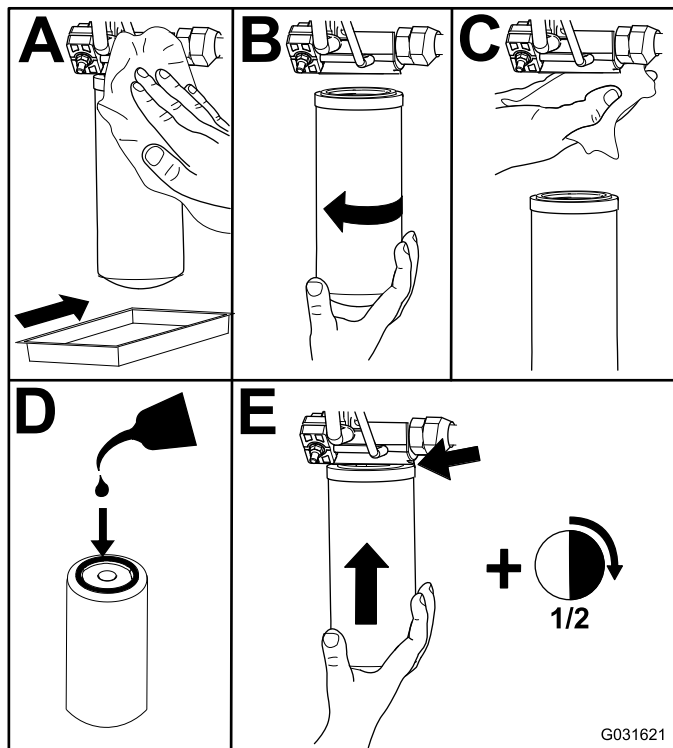

Figura 84
2. Cambie el filtro hidráulico de carga en el compartimento de elevación hidráulica, como se muestra en la Figura 84.
4. Cambie el filtro de retorno en el lado derecho de la máquina (Figura 84).